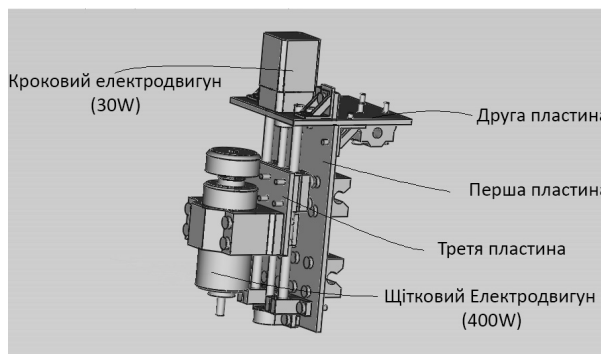

Рис.4
-Головка. Головка складається з трьох алюмінієвих пластин завтовшки 5мм та щіткового електромотора (рис. 4) Перша та друга пластини взаємно перпендикулярні, кріпляться до швелера і несуть ось Z. Третя пластина кріпиться до першої та несе електродвигун потужністю 400W. Вісь Z являє собою дві направляючих і одну гвинтову передачу.